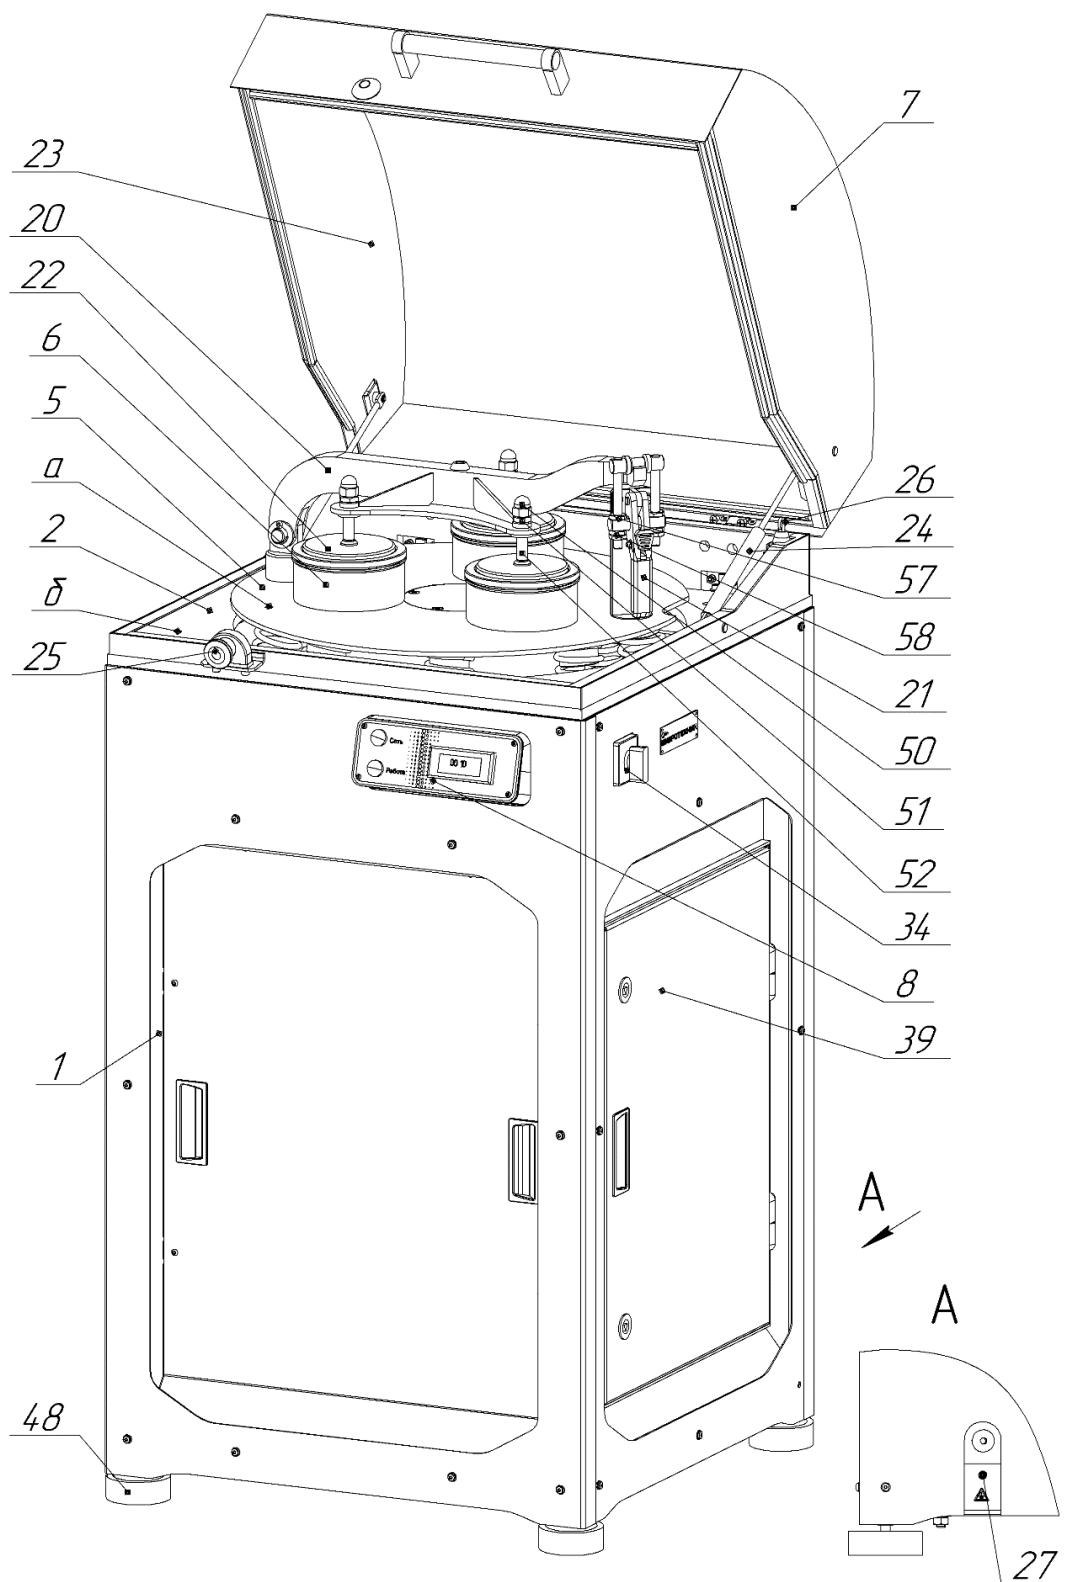
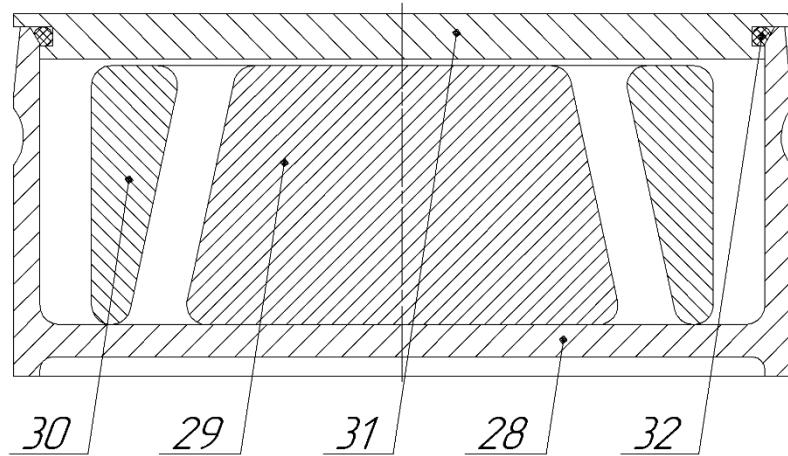

Рис. 1 – Общий вид Истирателя ИВ ЗМ
Рис. 2 – Чаша в сборе.
2.3.1 Поднять крышку 7 (рис.1) до упора.
2.3.11 Откинуть крышку 7 (Рис.1).
- а. извлечь чаши в сборе 6 (Рис. 1);
Выключить Истирател и отсоединить его от электросети и провода заземления. Удалить остатки материала со всех поверхностей Истираталя. Заполнить кольцевые зазоры между стенками чаши 28 (Рис. 2), роликом 29 и кольцом 30 наполнителем, препятствующим перемещению кольца и ролика внутри чаши (поролон, бумага и т.п.) и закрыть чашу крышкой 31. Установить чаши в сборе 6 на платформу 5 и зафиксировать их прижимом 20. Установить два прижима 53 (Рис. 3), зафиксировав их транспортными болтами 54 к платформе 5 через отверстия «а» (Рис. 1) и рым-болтами 55 к плите 2 через отверстия «б». Закрыть крышку 7 и зафиксировать ее положение защелкой 25 (Рис. 1).
Рис. 1а – Общий вид Истирателя ИВ ЗМ